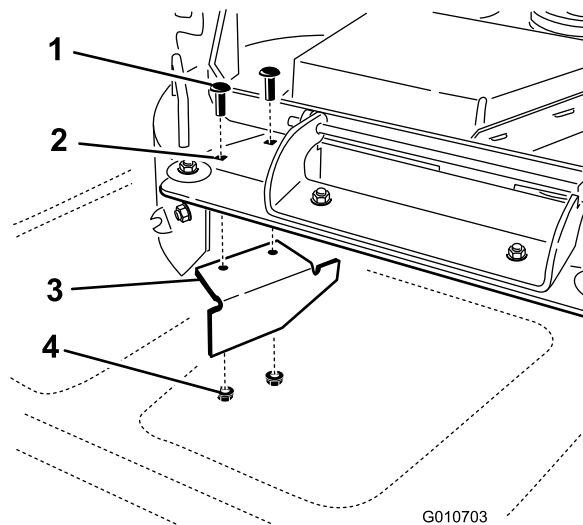

Figura 39
14. Nel sacchetto delle parti sciolte, individuate il deflettore di chiusura. Rimuovete gli elementi di fissaggio dai fori posteriori della piastra di scarico. Montate il deflettore nell'apertura di scarico laterale sul piatto di taglio (Figura 39).